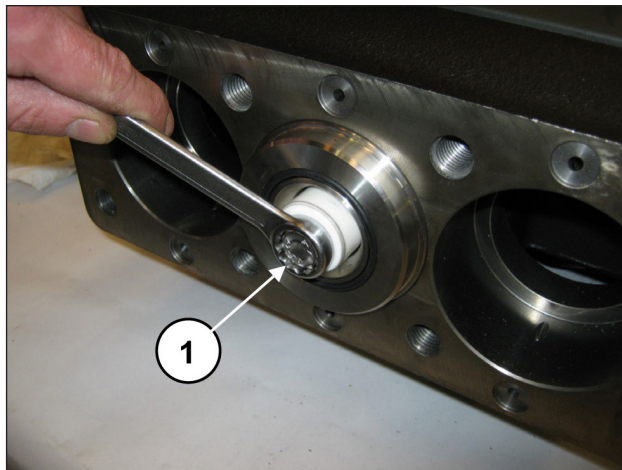

Fig. 172
Desmontar los pistones aflojando los tornillos de fijación (pos. ①, Fig. 172).